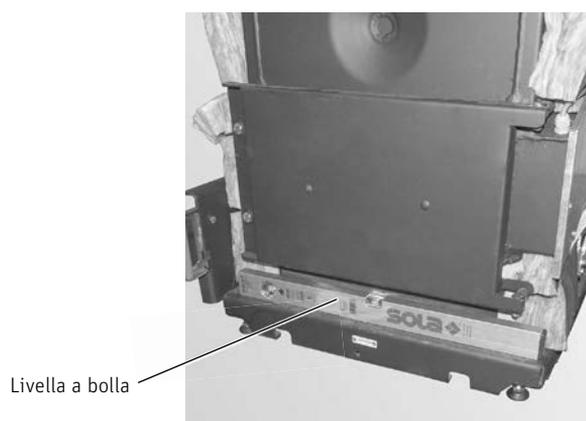

Fig. 17 Allineare la caldaia
- Spingere la caldaia nel punto di installazione (rispettare le distanze minime! Vedere il punto 2.4.1) e allineare in modo approssimativo – Fig. 17.